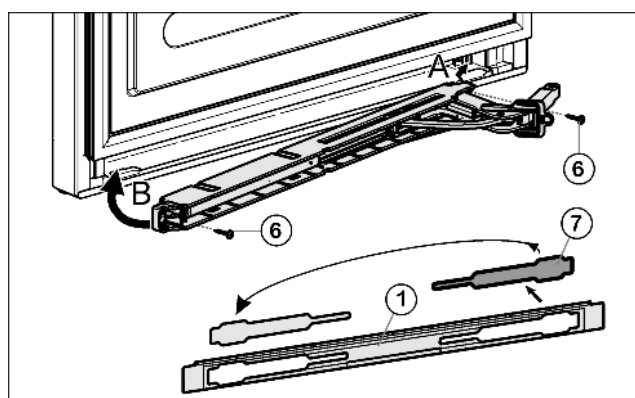

Fig. 9
- ▶ Wyjąć osłonę Fig. 9 (7) z zaślepki Fig. 9 (1) i założyć po przeciwnej stronie.
- ▶ Zaczepić zespół amortyzatora zamykania z przegubem po stronie zawiasu (A) i założyć (B).
- ▶ Dokręcić amortyzator drzwi (2 xTorx® 15) Fig. 9 (6).